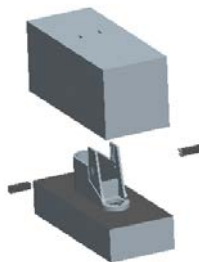

图 19.43 移动上模和镶块后的状态
Step2. 选取如图 19.42 所示的边线为移动方向，输入要移动的距离值-20，结果如图 19.43 所示。